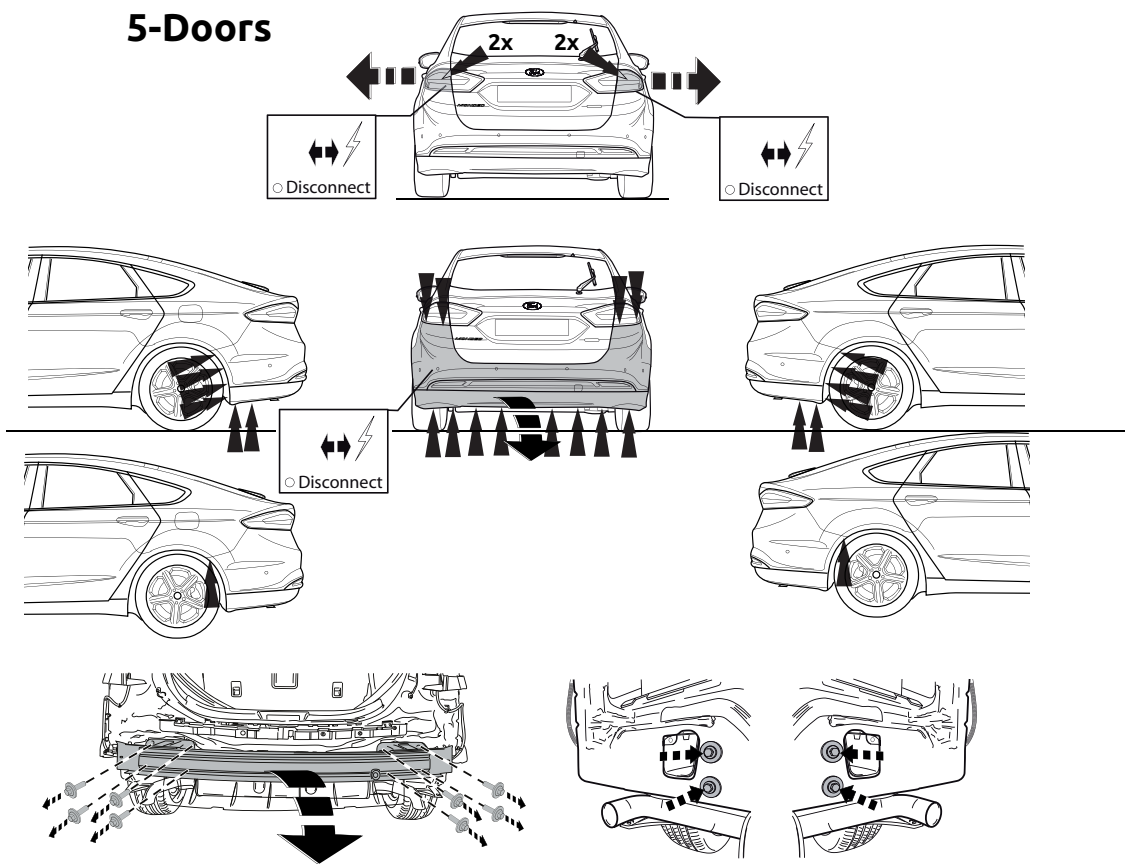

Fig. 1
1. Снять бампер вместе со стальным буферным брусом автомобиля. Буферный брус больше не понадобится. Поставить болты и гайки на место. См. рисунок 1, 1а.